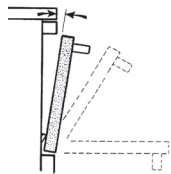

Bild 30
- Die Backrohtür bis auf 5 mm schließen (Bild 30)